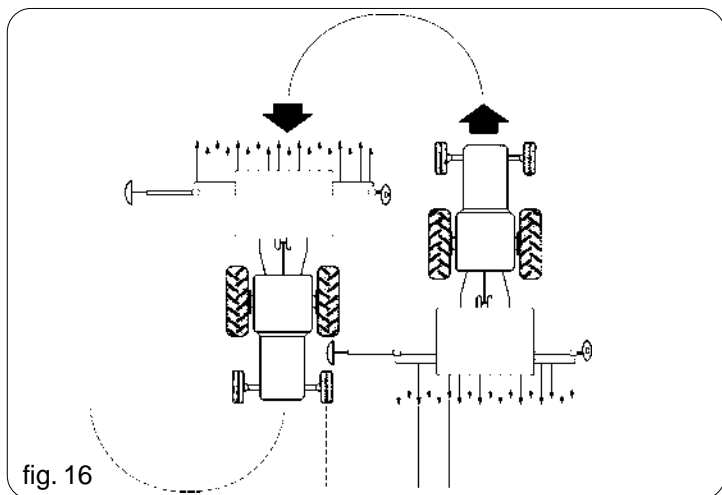

fig. 16
Il marcafile è un dispositivo che traccia una linea di riferimento sul terreno, parallela al tragitto del trattore. Quando il trattore avrà terminato la corsa e invertito la marcia, procederà correndo con una delle due ruote anteriori sulla linea di riferimento (fig. 16). Ad ogni nuova passata la semi-
*When the tractor finishes a row and makes a U-turn, the front wheel will begin the new row through alignment with the line traced in parallel (Fig. 16).*
Der Spurreisser ist eine Vorrichtung, die eine parallel zum Schlepperlauf liegende Bezugslinie auf dem Boden zieht. Wenn der Schlepper seinen Lauf beendet hat und umkehrt wird er mit den Vorderrädern auf der Bezugslinie (Abb. 16) laufen. Bei jedem neuen Durchlauf muß die Sämaschine eine Bezugslinie auf der entgegengesetzten Seite des vorhergehenden Durchlaufs ziehen.
*Le disque à tracer est un dispositif qui trace une /igne de repère sur le terrain parallèlement au trajet du tracteur. Quand le tracteur a terminé sa course et qu'il fait un demi-tour, il roule avec l'une des roues avant sur la ligne de repère (Fig. 16).*
El marcador de hileras es un dispositivo que traza una línea de referencia en el terreno, paralela al recorrido del tractor. Cuando el tractor habrá acabado la carrera e invertido la marcha, procederá marchando con una de las ruedas delanteras sobre la línea de referencia (Fig. 16). Tras cada nueva pasada, la sembradora tendrá que